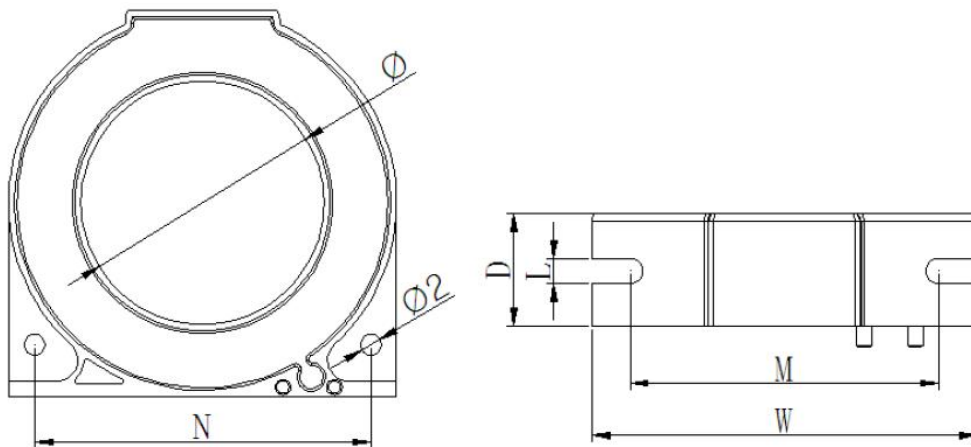

图 8 漏电流互感器外形尺寸
5.4.3 漏电流互感器外形尺寸如图 8、表 6 所示（单位：mm）：